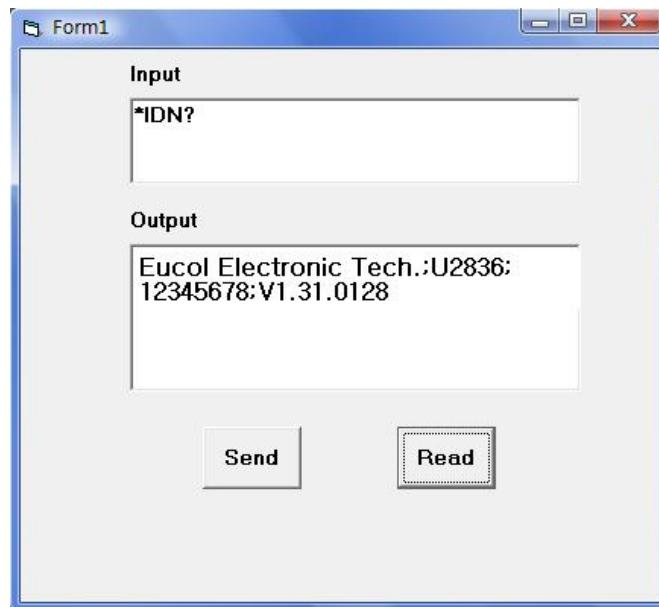

图 4-2-3
6. 保存并运行整个工程，得到单个可执行文件。当仪器与 PC 机成功相连时，在 Input 下文本编辑框中输入一条命令，如\*IDN? (\*IDN?为默认输入命令)，按“Send”按键，再按“Read”按键，仪器返回的结果将显示在 Output 下文本编辑框中。如图 4-2-3 所示。